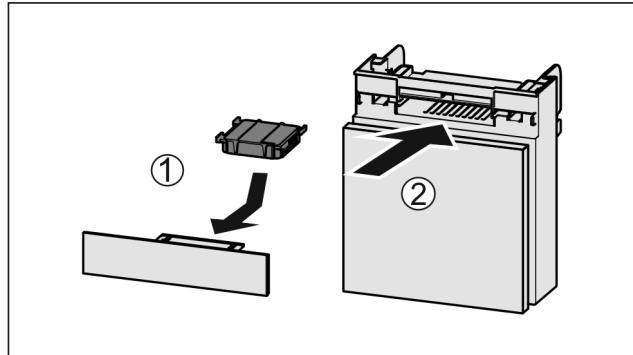

Fig. 148
- Установите фильтр с активированным углем, как показано на рисунке Fig. 148 (1).
- Вставьте отделение Fig. 148 (2).